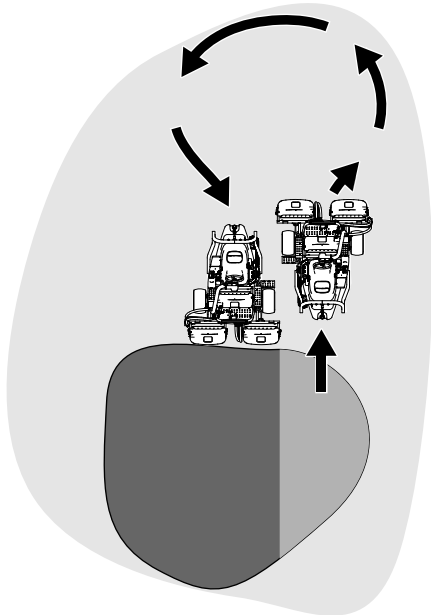

Figura 29
6. Para ganar tiempo y facilitar la alineación correcta para la pasada siguiente, gire la máquina momentáneamente en la dirección opuesta, y luego gire hacia la parte que todavía no está cortada. Este movimiento es un giro en forma de lágrima (Figura 29), que permite alinear la máquina rápidamente para la pasada siguiente.